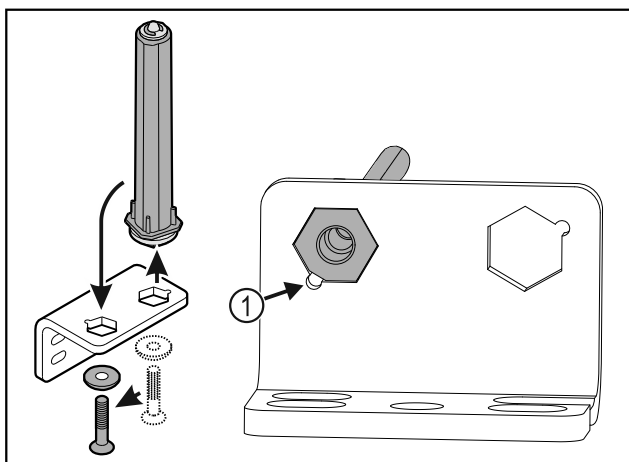

Fig. 31
- ▶ Dbejte, aby při vsazování ukazovalo zešikmení čepu Fig. 31 (1) ke kulatému otvoru.